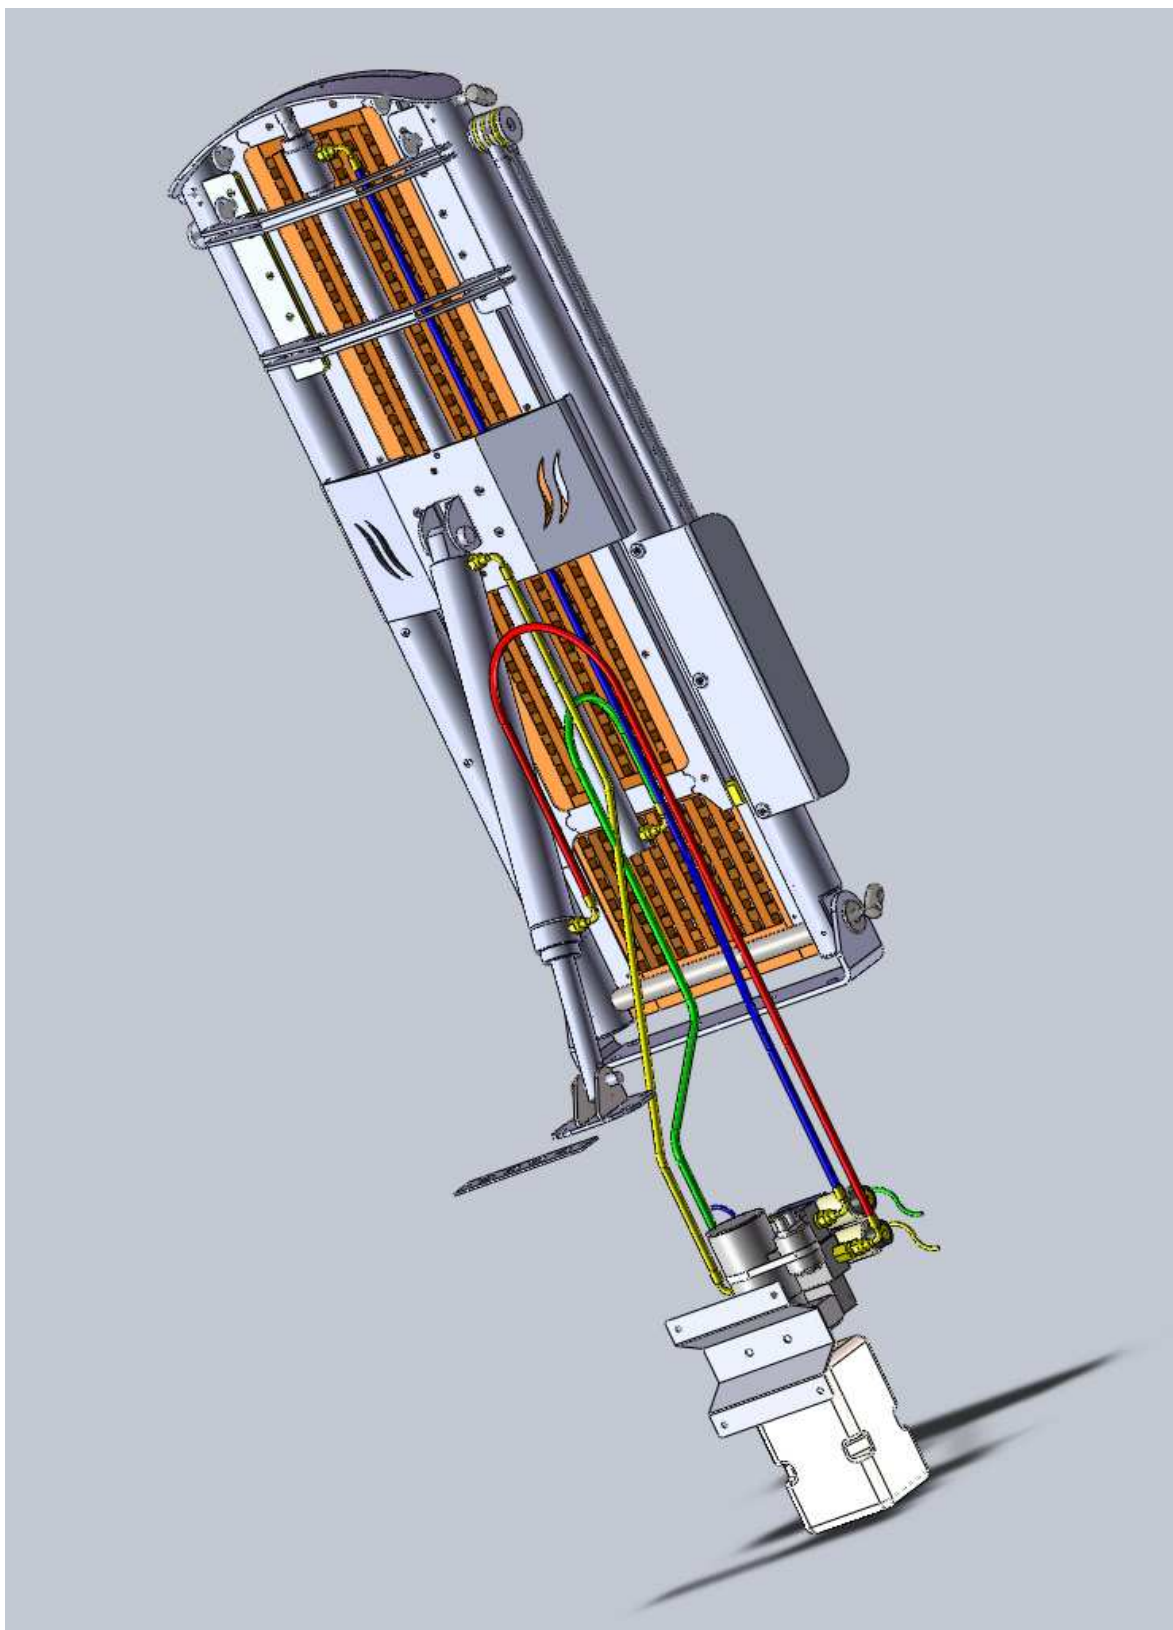

Fig. 2
- Eseguire i collegamenti oleodinamici come indicato in Fig.2